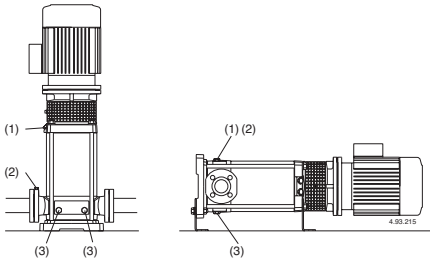

Fig.4 (1) Vullen ontluichtingsplug
Wanneer de pomp boven het vloeistofniveau geplaatst is (zuigsituatie, **fig. 3A**) of in een situatie waar de toeloopdruk te laag is (minder dan 1 m) om de terugslagklep te openen, vul de zuigleiding en de pomp door de vulopening (**fig. 4**).
Sluit de ontluchtingvoor (fig. 4) voor MXV-B, MXV(L) 25-32-40 en MXV(L)4 25-32-40 Sluit de naaldschroef (14.07) in de aftapplug (14.12) (fig. 4b) en sluit de ontluchting (14.04).
Wanneer zuigverliezen optreden (onderbreken van flow ondanks geopende afsluiters) of drukschommelingen weergegeven op de manometers, controleer of alle leidingverbindingen luchtdicht zijn en controleer of de naaldschroef van de ontluchting gesloten is (fig. 4).
Of, na het legen, reinigen door schoon water (minimaal 40 liter) in het vulgat (1) te gieten aan de afvoerkant en het weer uit het afvoergat (3) aan de aspiratiekant (**fig. 4**) te laten lopen.
Voor demontage, koppel de voedingskabel van het aansluitkastje, sluit de kleppen in de zuig- en persleidingen en ledig het pomphuis (fig.4)